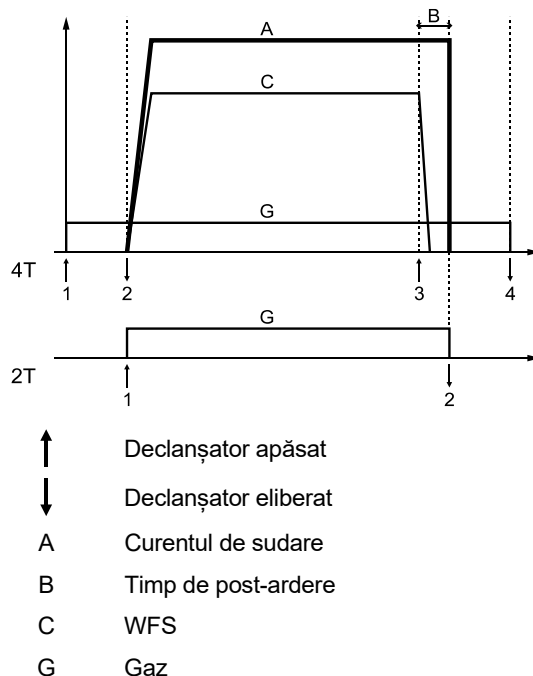

Figura 9.
20. Comutator mod pistol: Acesta permite selectarea modului pistol în 2 sau în 4 pași. Funcționalitatea modului 2T/4T este prezentată în Figura 9.